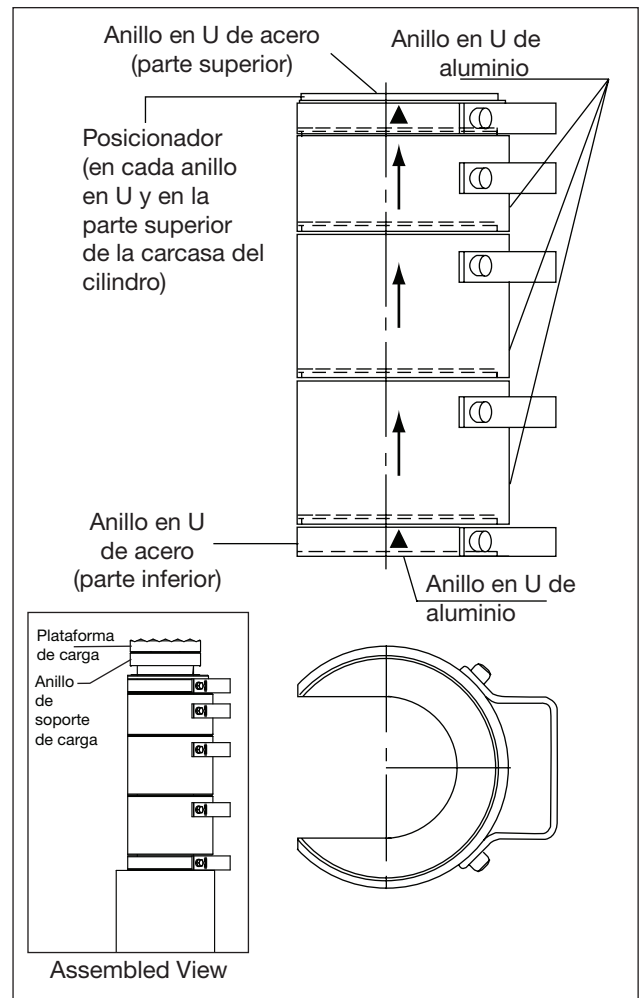

Figura 5, Apilamiento para el anillo en U (ejemplo típico)
5.6 Instrucciones de apilamiento del anillo en U (véase la Figura 5)